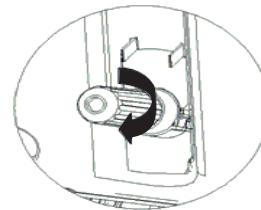

Fig.8
4. Een klikkend geluid geeft aan dat de verzegeling van de cartridge is doorboord door deze samen te schroeven met de doorbooropen, waardoor het gas in het biervat kan stromen (Fig. 8).